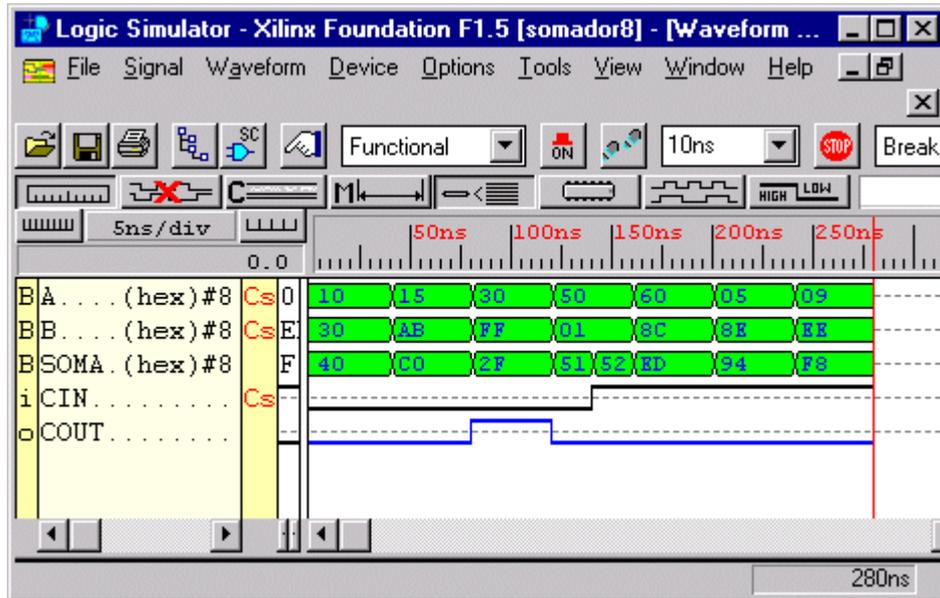

Figura 15 - Janela de simulação para o somador de 8 bits.
2. O resultado esperado para esta simulação é apresentado na Figura 15 (a interpretação desta simulação deverá constar no relatório):